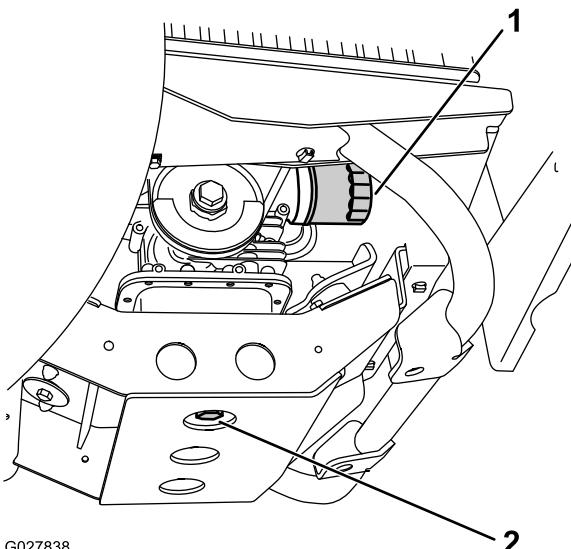

Рисунок 36
6. Снимите пробку слива масла (Рисунок 36).
7. Установите пробку слива масла и уплотнение (Рисунок 36) и затяните ее с моментом 45 – 53 Н·м.
5. Установите сливной поддон емкостью 1,6 л под пробку слива масла (Рисунок 36).
2. Снимите имеющийся масляный фильтр (Рисунок 36).
4. Установите новый фильтр на переходник фильтра, пока прокладка не коснется монтажной пластины, затем затяните фильтр еще на 1/2 – 3/4 оборота (Рисунок 36).